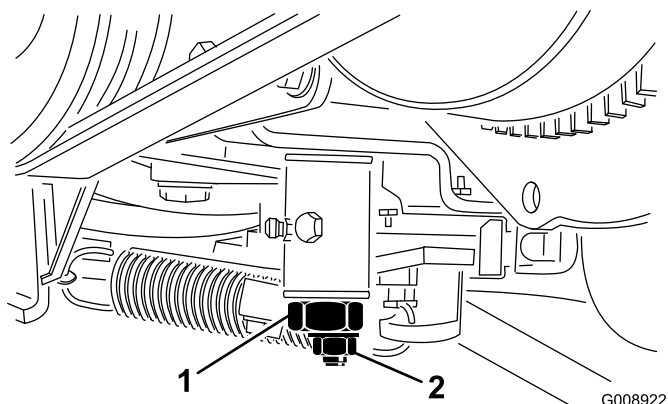

Bild 56
2. Lockern Sie den Anschluss des Gaszugs am Arm der Einspritzpumpe (Bild 56).